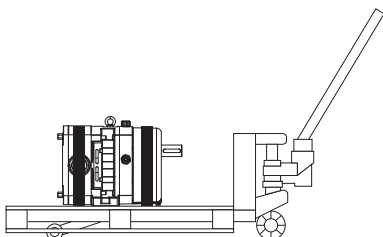

Fig. 40 Transporte con una carretilla elevadora
- Compruebe si la bomba está debidamente sujeta al palé. Por ejemplo, mediante correas, Fig. 40 «Transporte con una carretilla elevadora», página 35.